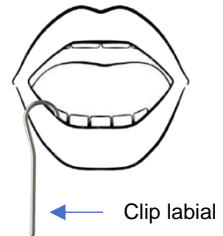

Fig. 5
2. Fixez le clip labial au patient – voir Fig. 5.